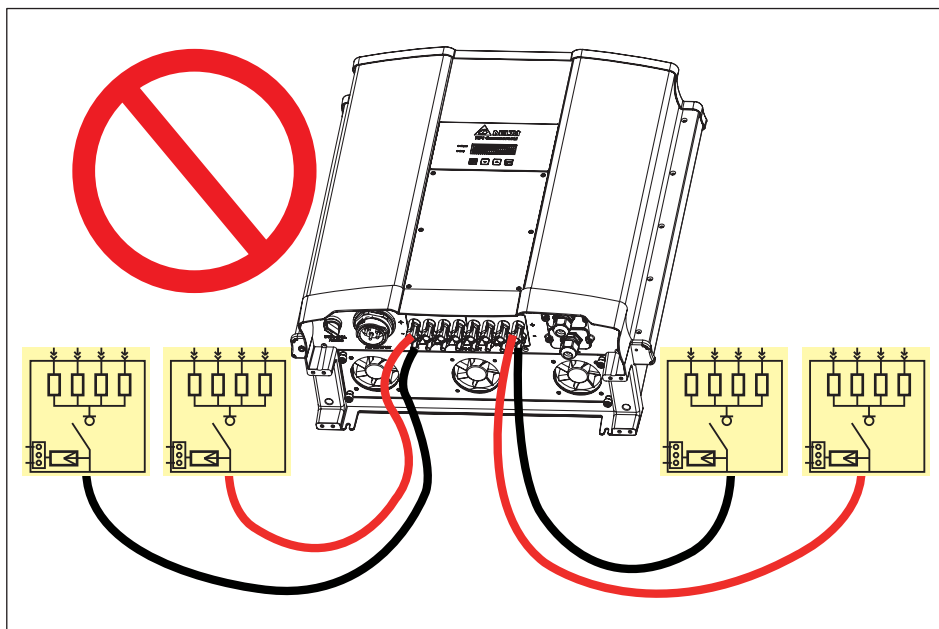

图4-7：错误的连接方式 – 1
- 主要是因为光伏汇流箱的输出电流大于每一直流端子的最大电流限制值，16A。所以如下图的应用是不恰当的。(图4-7)